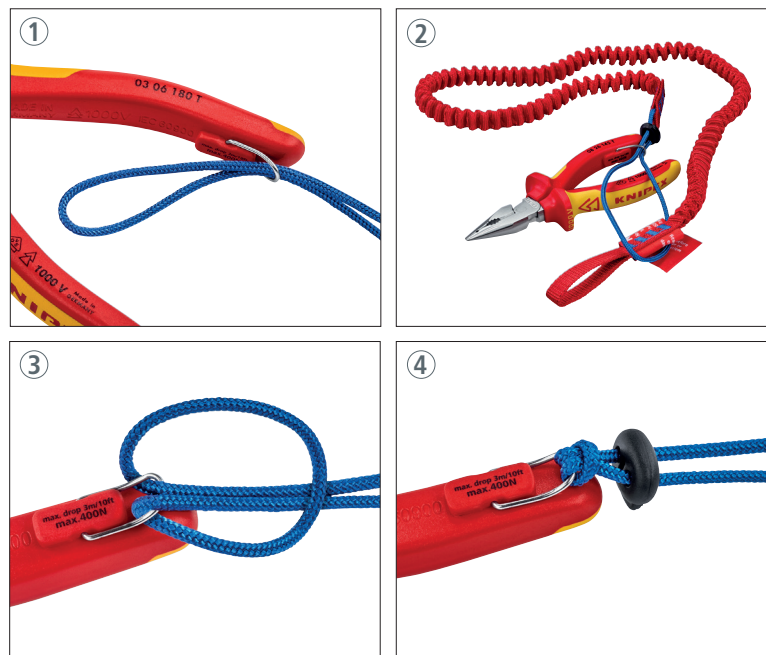

Fig. 6: Verbinding via lus
- KNIPEX-gereedschappen met een vergrendelingspunt moeten een lus hebben (afb. 6) bevestigd worden.
Bevestig het andere uiteinde van de vanglijn aan een geschikt en betrouwbaar hulpmiddel om het verankerpunt vast te zetten met behulp van een lus of karabijnhaak (zie hoofdstuk 4.1.1, afb. 6 en 4.1.2).